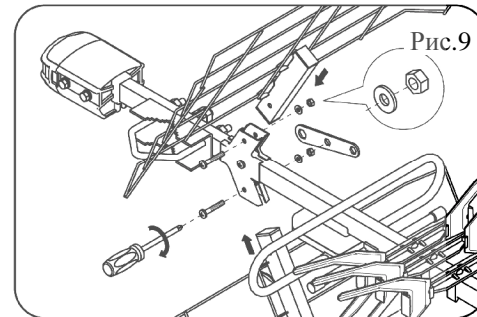

Рис.9
5.11.Установить один рефлектор в сборе в держатель и закрепите винтом №2 с шайбой и гайкой. Также установить второй рефлектор в сборе. Окончательно затянуть винт с гайкой крепления держателя рефлекторов на штанге(рис.9).